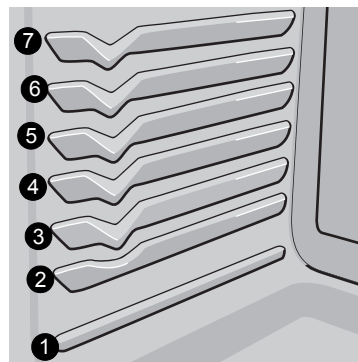

Fig. 40 Positions des grilles
- Placez les aliments en utilisant les positions de grille de four 2 ou 4 (figure 40).